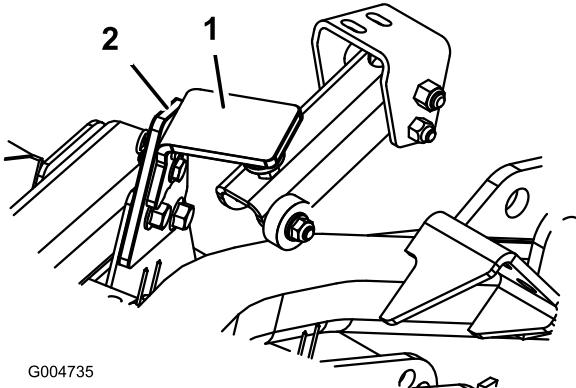

Figura 83
2. Retire el pasador de horquilla y el pasador que fijan el cierre de transporte de la plataforma a la placa del cierre (Figura 83). Gire el cierre hacia la parte trasera de la plataforma.